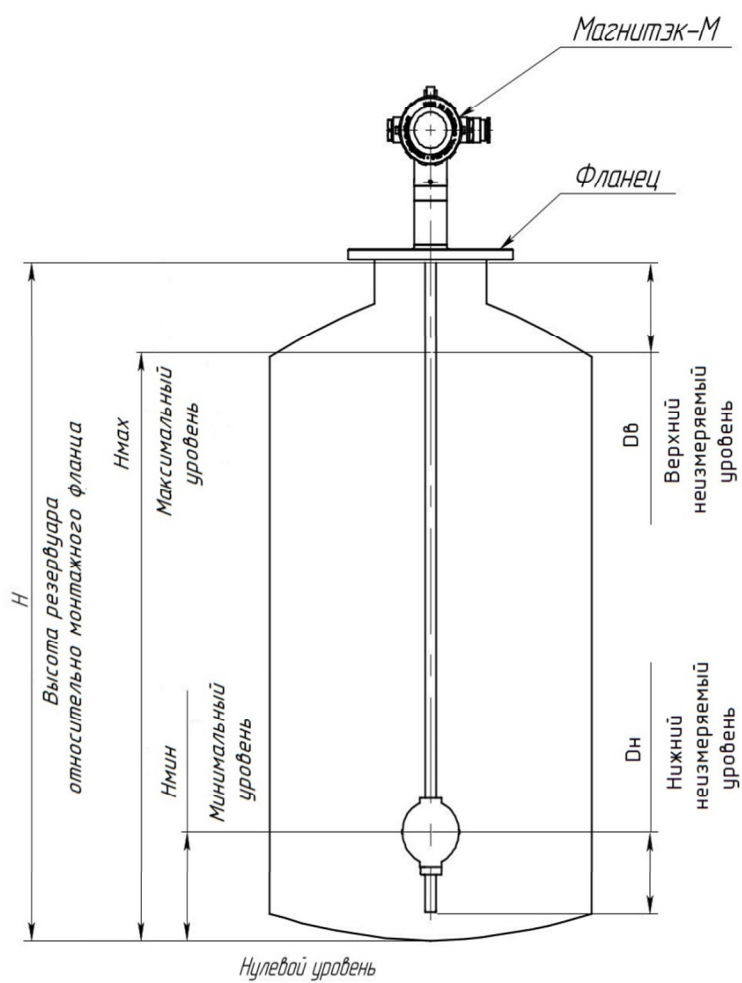
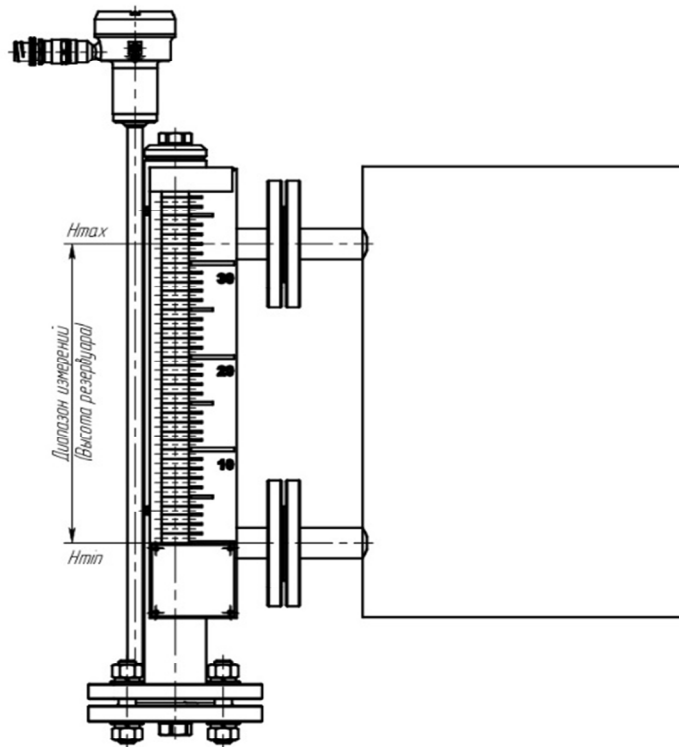

Рис.3 Пояснения к вводу параметров прибора с фланцевым или резьбовым соединением с резервуаром.
Рис.4 Пояснения к вводу параметров прибора с байпасным соединением с резервуаром.
- 2.9 Во вкладке “МагнитэкМ” введите высоту резервуара (H) в мм и нажмите “Сохранить” (см. рис.3, рис.4).
- 2.10 Во вкладке “МагнитэкМ” введите минимальный уровень (Hмин) измеряемой величины в мм и нажмите “Сохранить” (см. рис.3, рис.4).
- 2.11 Во вкладке “МагнитэкМ” введите максимальный уровень измеряемой величины (Hмах) в мм и нажмите “Сохранить” (см. рис.3, рис.4).